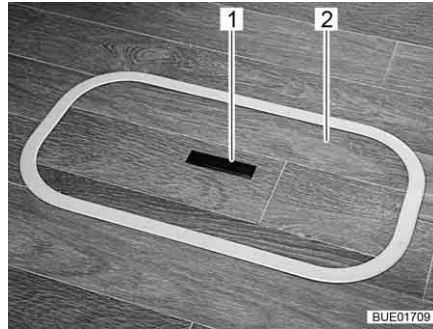
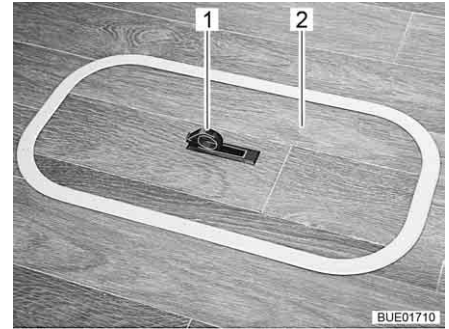

Fig. 75 Couvercle compartiment dans le plancher (poignée encastree)
Fig. 76 Couvercle compartiment dans le plancher (poignée pivotee vers l'exterieur)
- Pousser la plaque de la poignée (Fig. 75,1) vers le bas d'un cote. La poignée (Fig. 76,1) pivote vers le haut.
- Tirer le couvercle (Fig. 75,2 et Fig. 76,2) vers le haut pour le retirer.